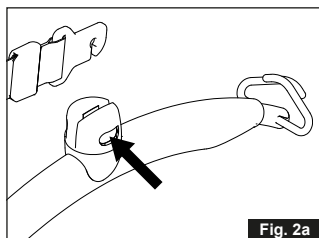

Fig. 2a
1. Den gule knap trykkes ind og holdes inde mens ophængskroge sættes ned i åbningen på løftebøjles topdæksel (fig. 2a - 2b).